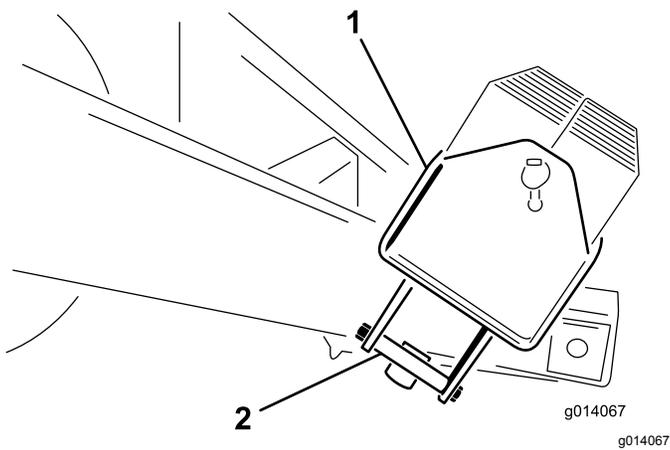

图 5
2. 卸下承载配重块箱的安装支架上的 1/2 x 5 1/2 英寸螺栓。丢弃安装支架图 5。